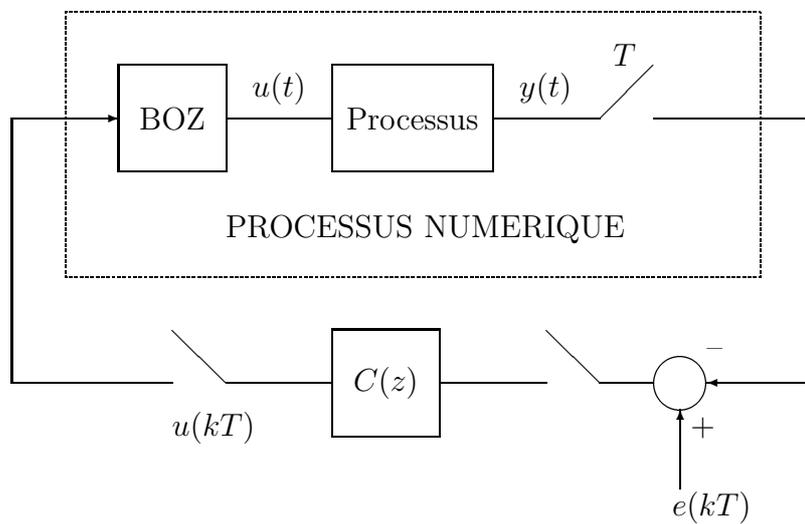

FIG. 3 – *Processus continu dans une boucle numérique d'asservissement*
- 1.3) Donner la fonction de transfert en Z du processus numérique équivalent au processus continu  $G(p)$  muni de son BOZ et échantillonné à la période  $T$  (Cf. Figure 3).